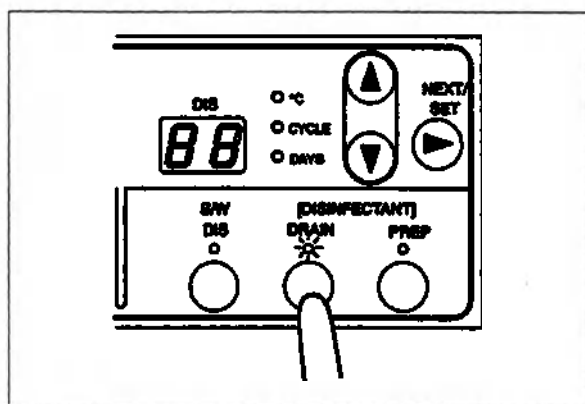

Рис. 4.37
6. Удерживая рукой шланг для слива дезинфицирующего раствора в неподвижном состоянии, нажмите и удерживайте кнопку «[DESINFECTANT] DRAIN» на вспомогательной панели управления в течение более 2 секунд (см. рис. 4.37).